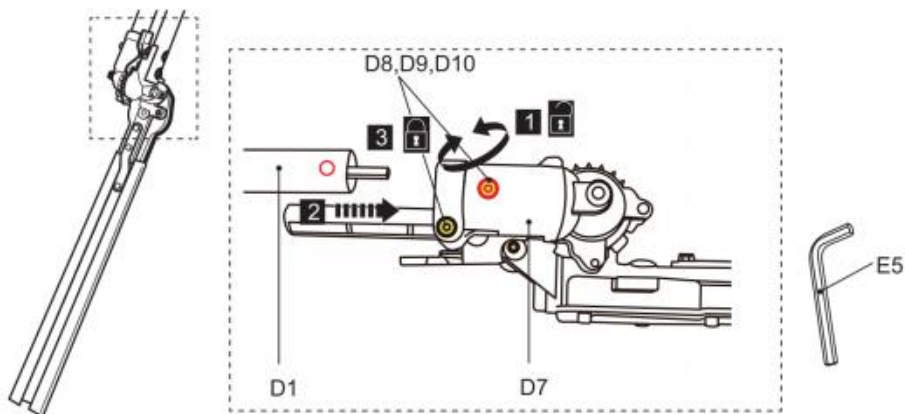

Fig. 20
- 1) Lösen Sie die Schrauben (D8) mit dem Werkzeug (E5), bis die untere Stange (D1) in die Halterung (D7) eingeführt werden kann (Abb. 20, Schritt 1). Entfernen Sie nicht die Schrauben (D8), Federscheiben (D9) und Unterlegscheiben (D10) von der Halterung (D7).
- 2) Richten Sie die untere Stange (D1) aus und führen Sie sie mit einer Drehbewegung bis zum Anschlag in die Halterung (D7) ein, bis das Montageloch mit dem Bolzen übereinstimmt. Verwenden Sie die Pfeilmarkierung, um die Ausrichtung zu erleichtern. (Abb. 20, Schritt 2).
- 3) Ziehen Sie die Schrauben (D8) fest, um die untere Stange in ihrer Position zu sichern (Abb. 20, Schritt 3).